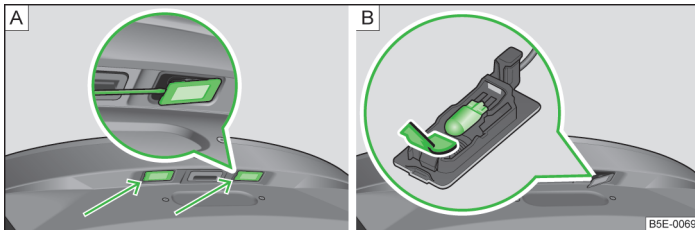

Abb. 218 Kennzeichenleuchte ausbauen / Glühlampe wechseln
- > Einen Schlitzschraubendreher an der mit dem Pfeil gekennzeichneten Stelle » Abb. 218 - [A] einsetzen, leicht eindrücken und die Feder entriegeln.
- > Die defekte Glühlampe aus dem Halter in Pfeilrichtung herausziehen » Abb. 218 - [B].